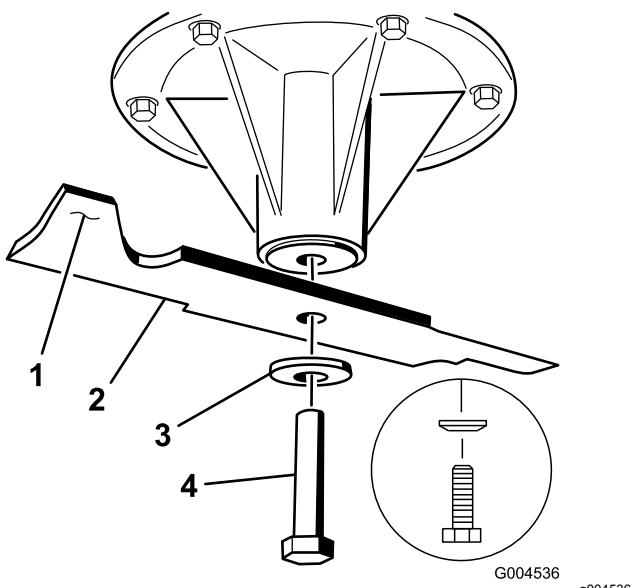

Figure 74
2. Enlevez de l'axe, le boulon, la rondelle bombée et la lame (Figure 74).
3. Si la lame est déséquilibrée, limez un peu l'extrémité de l'ailette seulement (Figure 74).